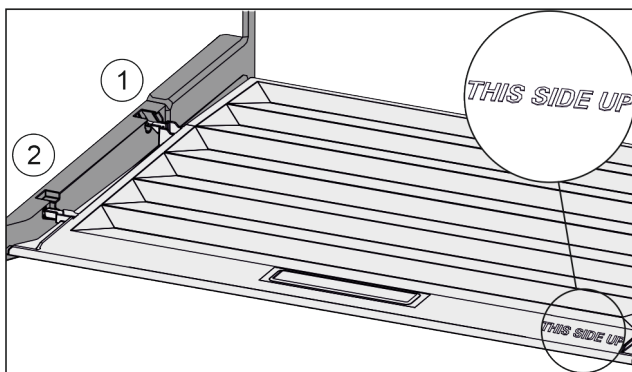

Fig. 57
- ▶ Skyv inn dekseltrinn via åpningen til bakre holder Fig. 57 (1) og klikk dem på plass i fremre holder Fig. 57 (2).